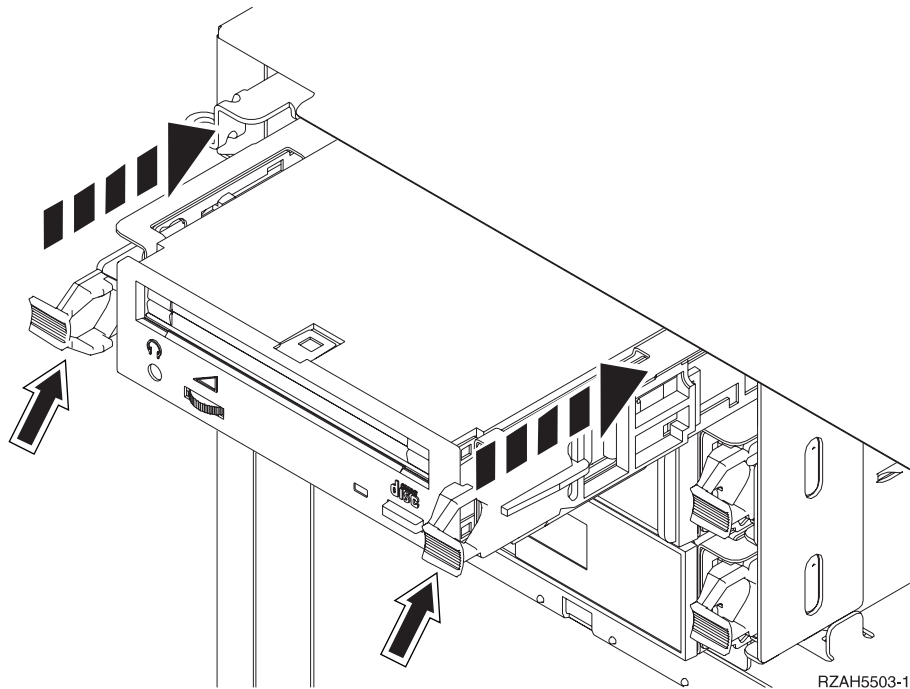

Figura 5. Instalación de dispositivos de medios extraíbles
- ___ 4. Vea la Figura 5 en la página 12 y sostenga la parte inferior del dispositivo de medio extraíble mientras lo desliza hasta la mitad en la posición seleccionada. No lo empuje más adentro.